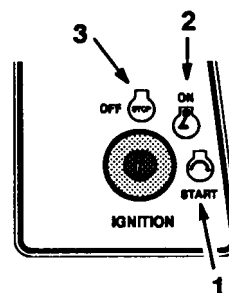

Fig. 8
5. Drej tændingsnøglen med uret og hold den i "START" stilling (fig. 8). Slip nøglen, så snart motoren starter.
2. Drej tændingsnøglen til "AFBRUDT" (OFF) (fig. 8).